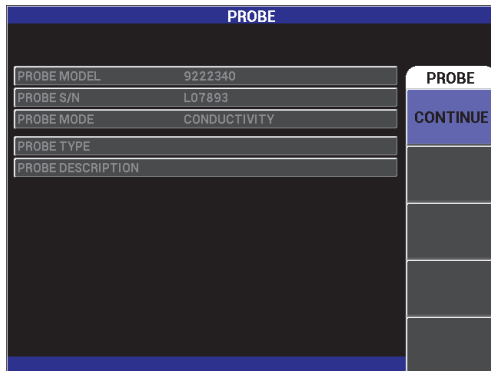

図 5-47 導電率機能へのアクセス
1. 導電率プローブを NORTEC 600 本体のプローブコネクタに接続して、導電率機能にアクセスします（162 ページの図 5-47 を参照）。